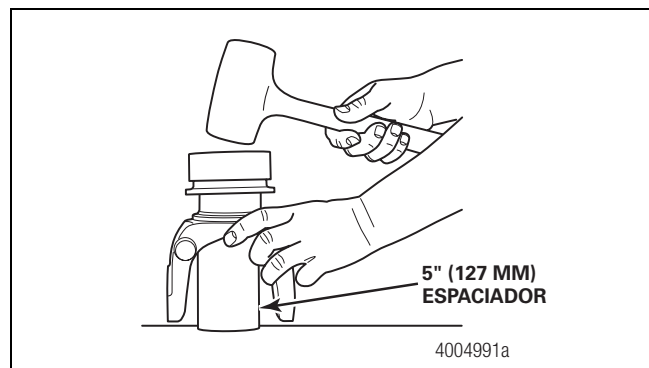

Figura 5.101
- **Si no está disponible una prensa:** Coloque el yugo en un espaciador de cinco pulgadas (127 mm) sobre un banco de trabajo. Use un martillo de golpe amortiguado y el impulsor adecuado para instalar el buje en el yugo. Figura 5.101.